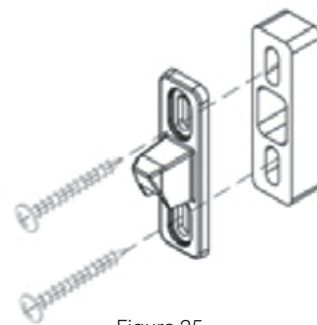

Figura 25
9. El **retenedor del mosquitero de caja** (pieza 30) debe instalarse con el espaciador del mosquitero (pieza 31, figura 25). Fije el retenedor utilizando dos tornillos (pieza 44).